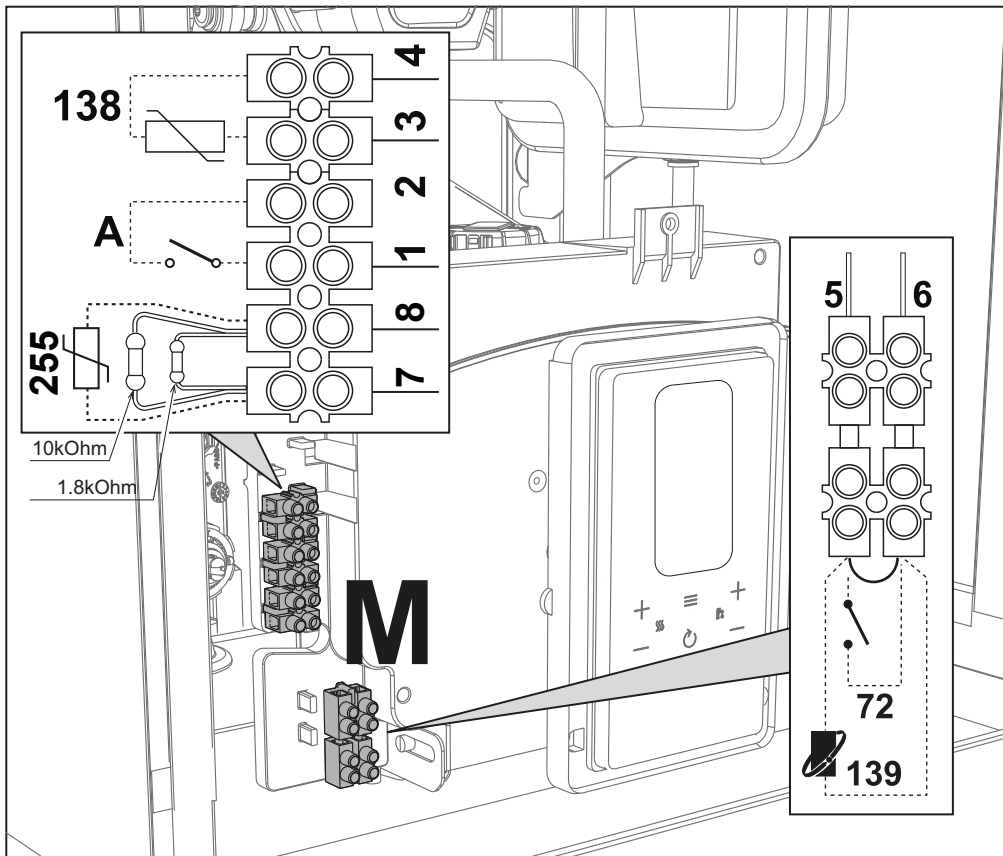
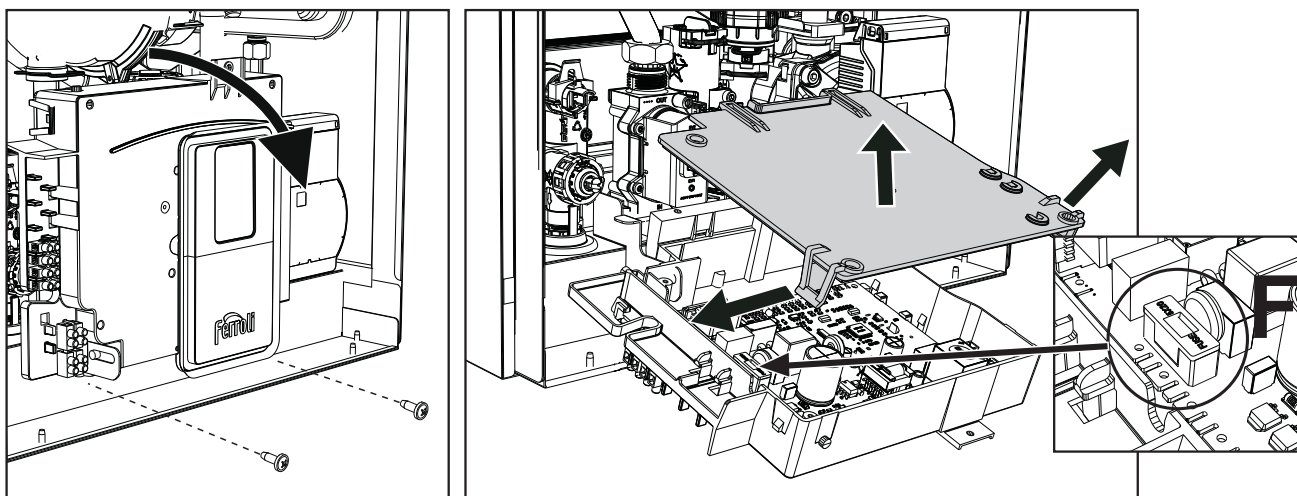

рис. 29
рис. 30
Электронная плата котла предназначена также для управления внешним бойлером для производства воды ГВС. Соединения труб системы отопления и ГВС должны быть выполнены в соответствии со схемой рис. 28. Выполните электрические подключения в соответствии с электрической схемой на рис. 77. Для этой цели необходимо использовать датчик температуры воды в бойлере (код 1KWMA11W (2м) или 043005XO (5м)), подключив его к клеммам 7-8 соединительной колодки котла **вместо** двух резисторов (рис.29). При следующем включении агрегата система управления опознает датчик бойлера и автоматически настраивается на работу с ним, вызывая активацию дисплея и устройств управления, необходимые для работы в режиме ГВС.
После снятия передней панели ( "Открытие передней панели" на стр. 44 ) можно получить доступ к клеммным колодкам (M) и предохранителю (F), следуя инструкциям, описанным ниже (рис. 29 и рис. 30). Клеммы, указанные на рис. 29, должны иметь чистые контакты (не 230 В). Расположение зажимов и их назначение показаны также на электрической схеме на рис. 77.
## Конфигурация выключателя ON/OFF (А рис. 29)